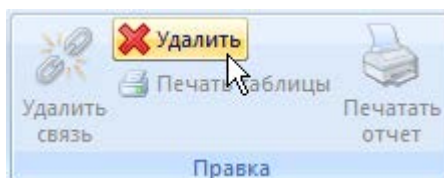

Рис. 12-3 – Кнопка «Удалить» панели «Правка»
- 3) Нажать кнопку «Удалить» панели «Правка» (рис. 12-3).